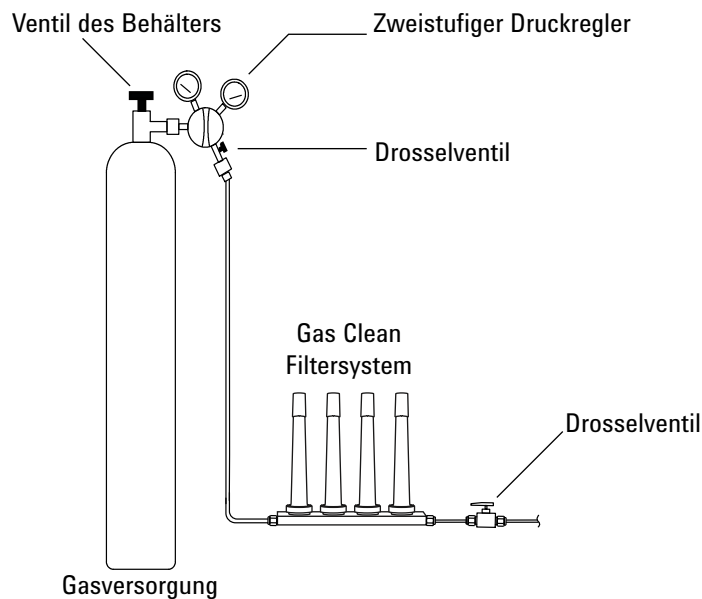

Abbildung 9. Installation der Gasversorgungen
- 1 Legen Sie fest, wo Sie die Fallen in Ihrer Versorgungsleitung installieren möchten. Abbildung 9 zeigt die empfohlene Filteranordnung für das Trägergas und die empfohlenen Positionen für Drosselventile. Siehe auch das *Standortvorbereitungshandbuch*.